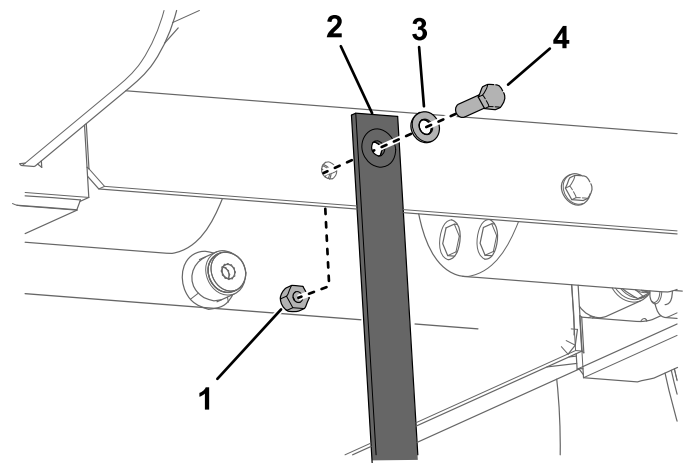

Bild 32
3. Ersetzen Sie das Statikband unter der Plattform, wie in Bild 32 dargestellt.